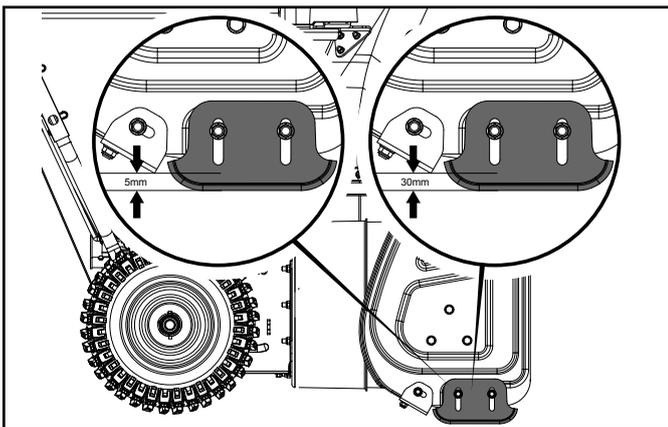

Figure 21
- Sur un terrain plat, p. ex., asphalte, les sabots devraient être réglés à environ $\frac{1}{8}$ po (5 mm) (la distance entre la tarière et le sol). (figure 21)
- Sur un terrain inégal, p. ex., sentiers en gravier, les sabots devraient être réglés à environ $1\frac{1}{8}$ po (30 mm) (la distance entre la tarière et le sol). (figure 21)